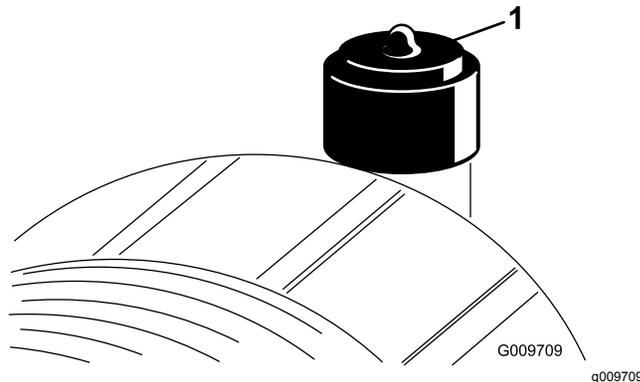

図 45
- エアクリーナのインジケータ 図 45 が赤色になったらエレメントを交換してください。エアフィルタのエレメントを洗浄しすぎないように注意してください。